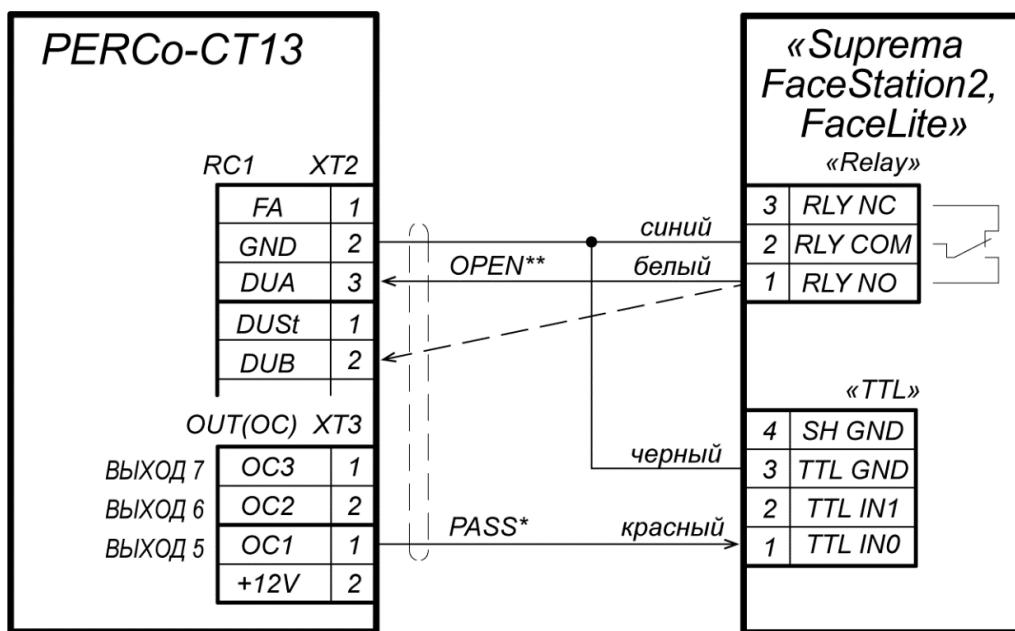

Рисунок 30. Схема подключения ТРЛ производства Suprema к контроллеру ЭП
- на рис.30 – для ТРЛ производства **Suprema (FaceStation 2, FaceLight)**.